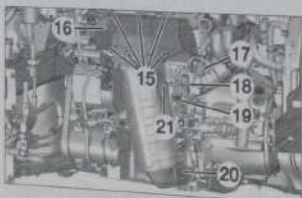

Fig. 74
- les vis de fixation (15) de l'écran thermique (16) (Fig.74),
- l'écran thermique supérieur (17),
- Débrancher les connecteurs des sondes à oxygène (17) et (18),
- Dégraffer le faisceau des sondes à oxygène (19).
- les sondes à oxygène (20) et (21),